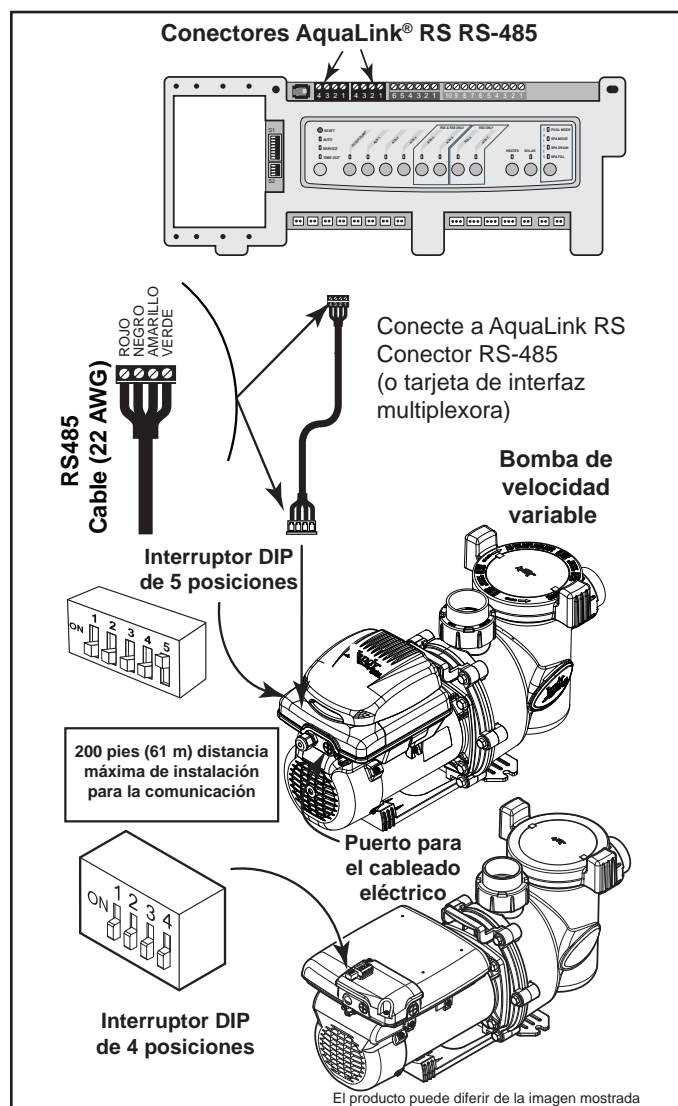

Figura 7. Cableado del controlador AquaLink RS o AquaLink PDA a la bomba VS-FHP1.0
- Retire un (1) tornillo y la cubierta de acceso para completar las conexiones eléctricas al motor.
- Para la VS-FHP1.0, deslice los interruptores 1 y 2 hacia abajo, quedando en la posición "OFF" (apagado). Si corresponde a su modelo de bomba DIP interruptor deslizante 5 hasta la posición de "ON" (encendido). Véase Figura 7.
- Conecte el cable nuevo RS-485 del AquaLink a través del aditamento de compresión disponible y pase el cable conductor tetrafilar a través del puerto roscado de la unidad del motor que esté más cerca al conector. Figura 7.
- Conecte el otro extremo del cable al conector RS-485 en el AquaLink® RS (o tarjeta de interfaz multiplexora), haciendo coincidir los colores de los alambres con las posiciones del conector de la siguiente manera: 1-rojo, 2-negro, 3-amarillo y 4-verde. Véase Figura 7.
7. Asegure la cubierta del bolsillo y la junta con seis (6) tornillos a la base del controlador de velocidad variable en el motor.
8. Retire un (1) tornillo y la cubierta de acceso para completar las conexiones eléctricas al motor.
10. Prepare el cable e inserte otro conector de 4 pines asegurándose de que los colores del alambre concuerden con la Figura 7.
13. Verifique que la configuración del interruptor DIP concuerde con la Figura 7.